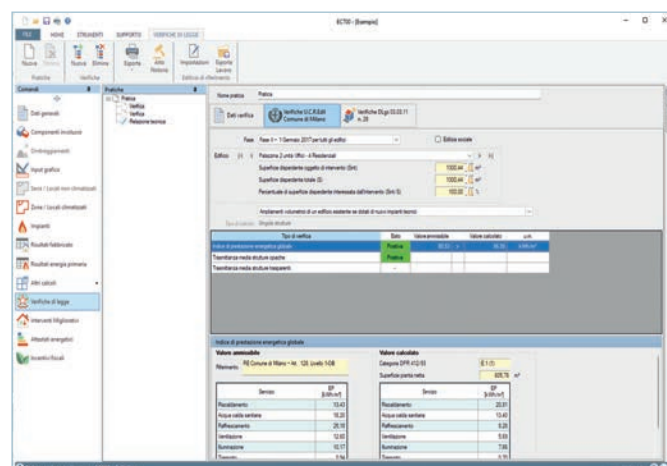

Fig. n. 2: verifiche U.C.R.Edil per il Comune di Milano
**Regolamento Edilizio**), in conformità a quanto richiesto da **U.C.R.Edil** (fig. n. 2).